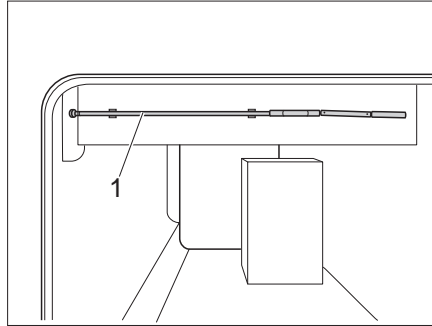

Bild 106 Kurbel zur Höhenverstellung
- Kurbel (Bild 106,1) aus der Halterung nehmen.